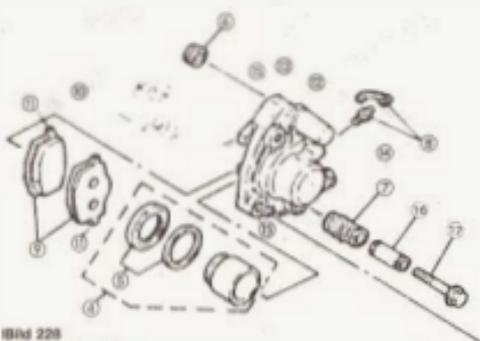

Bild 228
Entfernen der Bremsklötze zu den Bauteilen 10 in Bild 228
- 2 Die «Federzungen» drücken auf die «Nasen» der Bremsklötze (11 in Bild 228)
- 4 Wenn die Nase eines der Bremsklötze als hierher vorgedrückt ist, kann man das Bremsklötchen nicht mehr überdrücken, weil es durch die Federzunge (2) festgehalten wird. Um das Bremsklötchen mit Hilfe eines kleinen Schraubendrehers hochzuheben, lässt sich der Bremszylinder in seine richtige Position bringen
- Nach Ausbau des feststehenden Teils Gleitflächen reinigen und entscheiden, ob die Federn 10 in Bild 228 weiterverwendet werden können oder gegen neue ausgetauscht werden müssen.
- Feststehenden Teil des Bremsmittels mit eingesetztem Feder (10) am Gabelgelenk anbauen (35 Nm).